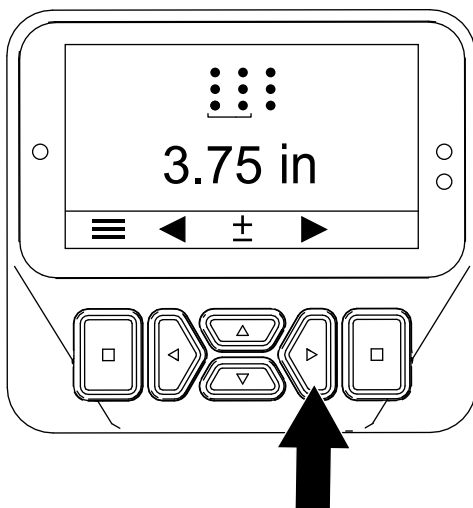

Figura 48
5. Prima o botão direito para mostrar o ecrã que permite configurar o espaçamento entre furos (Figura 48).
6. Prima o botão direito para mostrar o ecrã que permite configurar o diâmetro dos dentes (Figura 48).